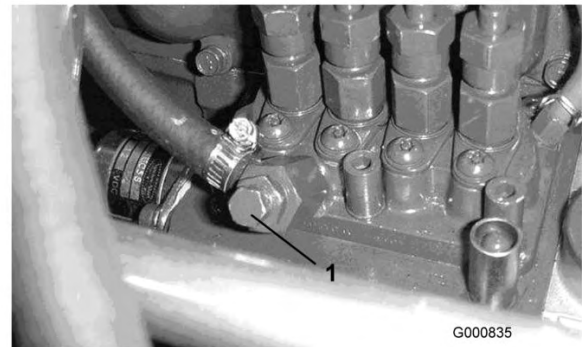

Figure 37
5. Desserrez la vis de purge sur la pompe d'injection (Figure 37).